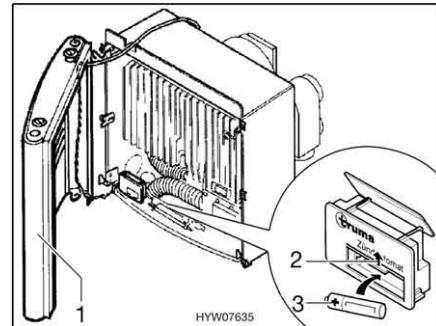

Bild 110 Heizung geöffnet
- Verkleidung (Bild 110,1) seitlich anstellen, damit die Anschlusskabel für das Warmluftgebläse sowie für die Zünd-Kontroll-Lampe nicht ausgesteckt werden müssen.
- Die Abdeckung des Batteriefachs am Zündautomaten (Bild 110,2) nach oben schieben.
- Eine neue Batterie (Bild 110,3) gleichen Typs polrichtig (+/-) in das Batteriefach des Zündautomaten einsetzen. Nur temperaturbeständige (+70 °C) und auslaufsichere Mignon-Batterien verwenden.